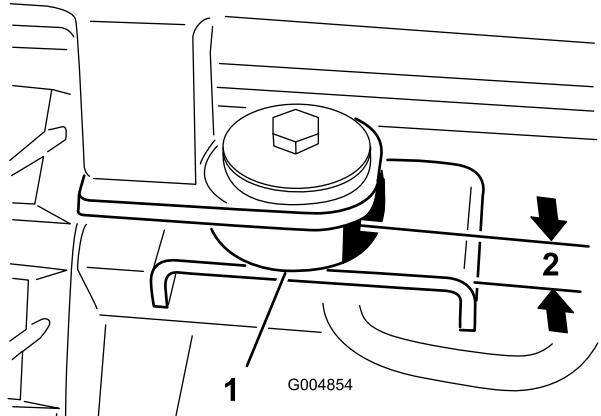

Figura 118
28. En los puntos de montaje traseros, sujeté la cabina a la máquina con un perno (1/2 x 3 pulgadas), una arandela de acero (1/2 x 2-1/2 pulgadas), una arandela de goma (1/2 x 2-1/2 pulgadas) y una tuerca (1/2 pulgada) (Figura 118). Apriete los cuatro pernos de montaje de la cabina hasta que los soportes de goma queden comprimidos a un grosor de 2.2 cm (7/8 pulgada).